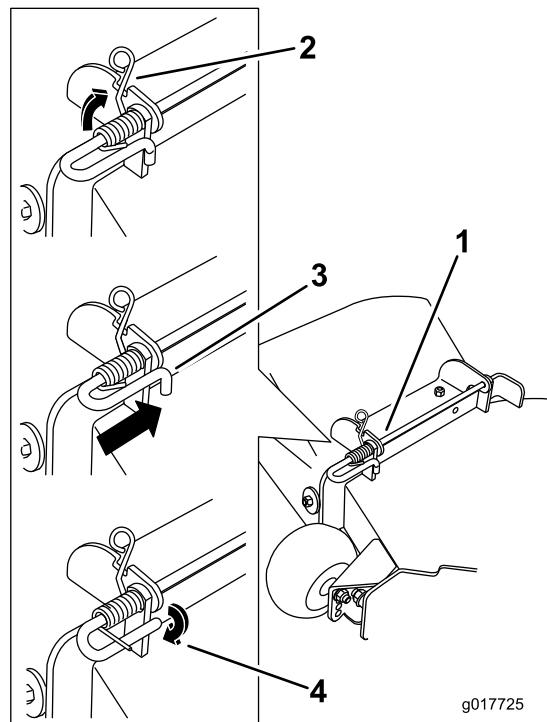

Figure 72
- 5. Fixez l'ensemble tige et ressort en le tournant de sorte à pouvoir placer l'extrémité courte de la tige derrière le support avant soudé au tablier de coupe (Figure 72).